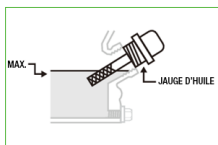

Fig. 3
- Le niveau d'huile doit se situer au niveau du repère sur la jauge, de préférence entre le milieu et le niveau supérieur de la plage. (Fig. 3)